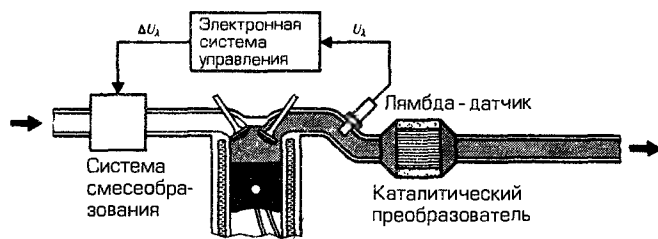

Рис. 6.4. Каталитический преобразователь тройного действия
- б) необходимо строго выдерживать соотношение воздуха и топлива на стохиометрическом уровне 14,7 : 1 ($\lambda = 1$), что требует использования специальной системы управления составом смеси по параметру λ (лямбда) - см. рис. 6.4.
Обратите внимание, что на рис. 6.4 преобразователь расположен в одном корпусе. Ранние конструкции состояли из нескольких корпусов.